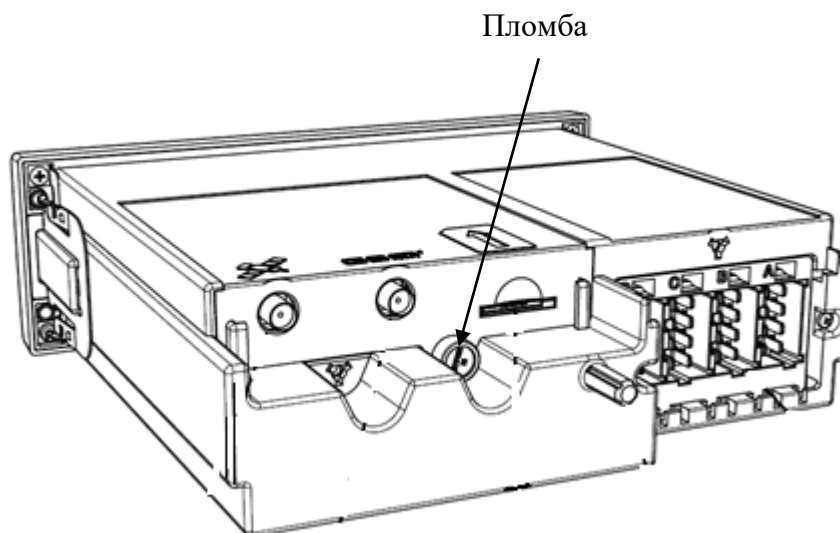

Рисунок 71 – Пломба отсека блока СКЗИ SM 100.42.00.00.14
2. Снять пломбу с задней панели тахографа и выкрутить винт, удерживающий крышку отсека блока СКЗИ тахографа (Рисунок 71).